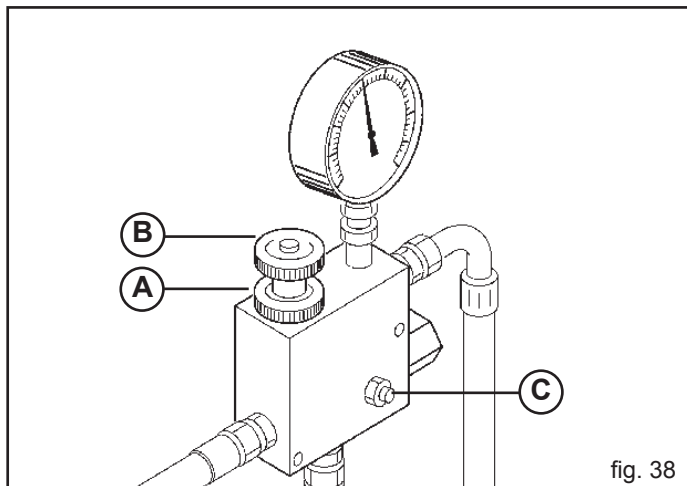

fig. 38
Wenn man die Gebläseumdrehungen für die Verteilung von schwereren Samen erhöhen will, mit Vorsicht und Achtung wie folgt vorgehen (Abb. 38):
- Die Feststellnutmutter lockern (A, Abb. 38);
- Regelventil (B, Abb. 38) im Uhrzeiger- oder Gegensinn drehen um den Druck zu senken oder zu erhöhen und daher die Gebläseumdrehungen zu ändern.
Es ist für irgendwelchen Grund verboten die Höchstdruckventilschraube (C, Abb. 38) zu verstellen, da sich die Einstellung der Anlage ändern würde und deshalb Motor, Pumpenbruch -oder Gebläse verursachen.